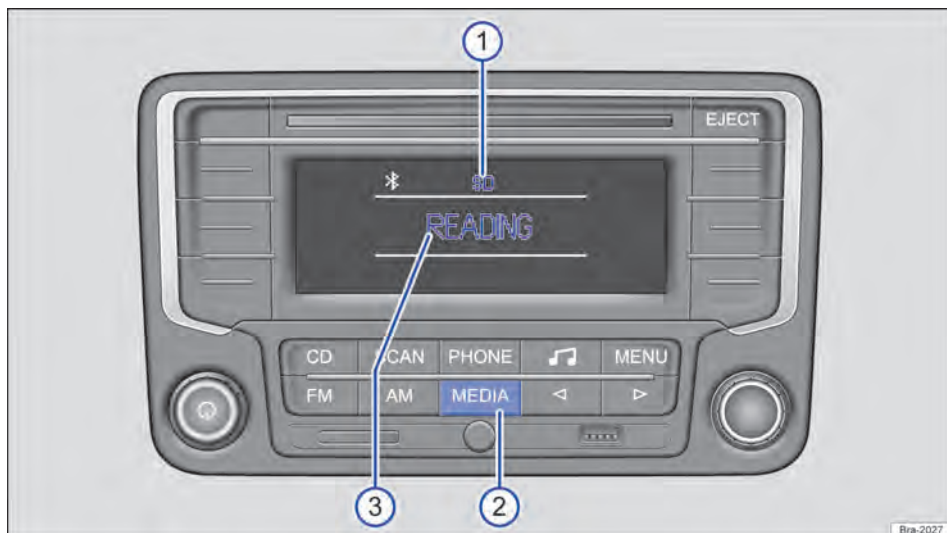
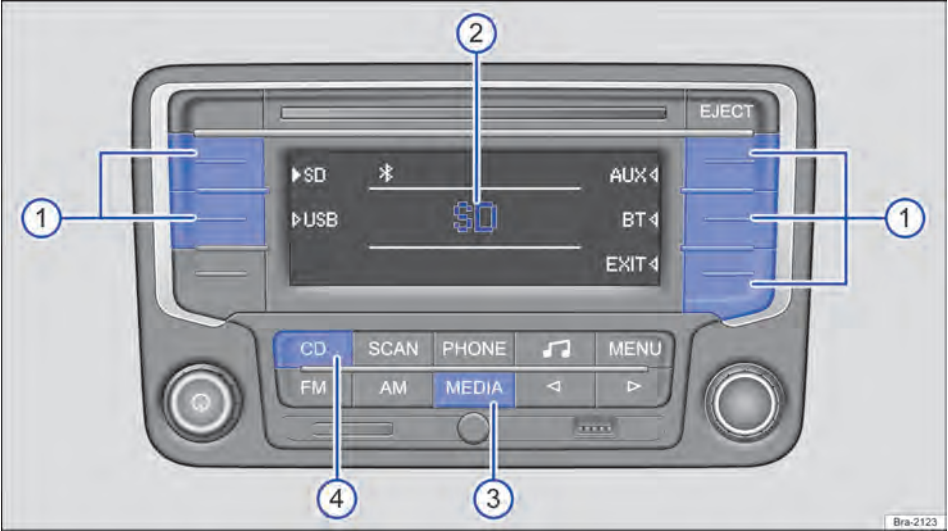

Fig. 135 Exemplo de exibição na operação de mídia: o rádio lê arquivos de um cartão SD.
Fig. 136 Exemplo de exibição na operação de mídia: a reprodução da última fonte de mídia tocada é continuada, outras fontes de mídia são selecionáveis.
Na operação de mídia podem ser selecionadas e controladas diferentes fontes de mídia. Para trocar para a operação de mídia, pressionar brevemente o botão do aparelho **MEDIA** → Fig. 135 ②.
Se a última fonte de mídia tocada ainda estiver conectada, a reprodução dessa fonte de mídia será automaticamente continuada e na troca para a operação de mídia ela será brevemente exibida no centro do display → Fig. 136 ②.
Na operação de mídia em execução, a fonte de mídia selecionada sempre será exibida na parte superior central do display → Fig. 135 ①.
Todas as fontes de mídia selecionáveis → Página 162, *Selecionar as fontes de mídia* são exibidas na área lateral do display → Fig. 136. Em algumas situações de operação, por exemplo, enquanto o rádio lê uma fonte de mídia, nenhuma fonte de mídia é selecionável → Fig. 135.
No centro do display é exibido o status atual da fonte de mídia, por exemplo, **READING**, enquanto o rádio lê uma fonte de mídia → Fig. 135 ③, informações sobre a faixa → Página 164 ou mensagens de erro:
Iniciar a operação de mídia → Página 161, *Menu principal MEDIA*. Se a última fonte de mídia tocada ainda estiver conectada, a reprodução dessa fonte de mídia será automaticamente continuada e na troca para a operação de mídia ela será brevemente exibida no centro do display → Fig. 136 ②.
Nas áreas laterais do display são exibidas todas as fontes de mídia selecionáveis → Fig. 136. Selecionar a fonte de mídia desejada da seguinte maneira:
- Pressionar brevemente o botão de função programado com a fonte de mídia desejada → Fig. 136 ①.
- **OU:** pressionar o botão do aparelho **MEDIA** tantas vezes necessárias até que seja exibida a fonte de mídia (exceto CD) → Fig. 136 ③.
- **OU:** pressionar o botão do aparelho **CD** para reproduzir um CD da unidade de CD interna → Fig. 136 ④.